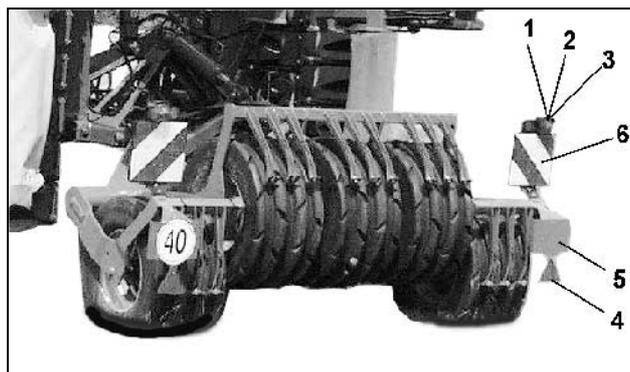

Рис. 20
- двумя задними фарами (Рис. 20/1)
- двумя стоп-сигналами (Рис. 20/2)
- двумя указателями поворота (Рис. 20/3, если указатели поворота трактора закрыты)
- двумя красными катафотами (Рис. 20/4, круглыми, прямо- или треугольными)
- креплением для номера с освещением (Рис. 20/5, если номер трактора закрыт)
- двумя направленными назад предупреждающими щитками (Рис. 20/6)